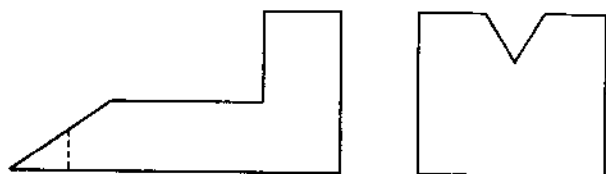

图 9
(1) 看清图样，详细了解工件上需要划线的部位，明确工件及其划线有关部分在机械上的作用与要求，了解有关的加工工艺；
(2) 确定划线基准；
(3) 工件的清理、检查和涂色；
(4) 正确安放工件和选用工具；
(5) 划线；
(6) 详细检查划线的正确性及是否有线条漏划；
(7) 在线条上冲眼。
20. 补全图 9 中的缺线。